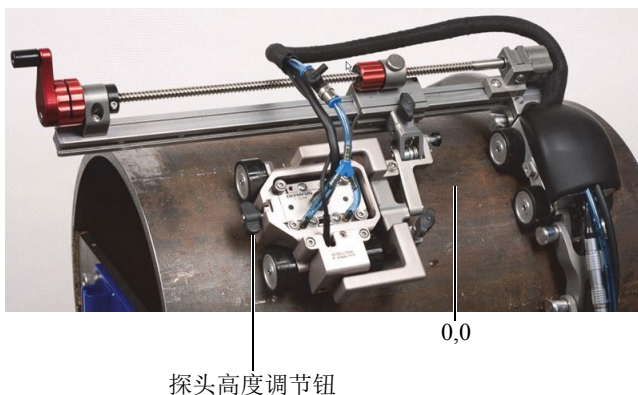

图 2-14 被测表面上的原点 (0,0)
2. 识别被测表面上原点的位置（参见第 35 页的图 2-14）。